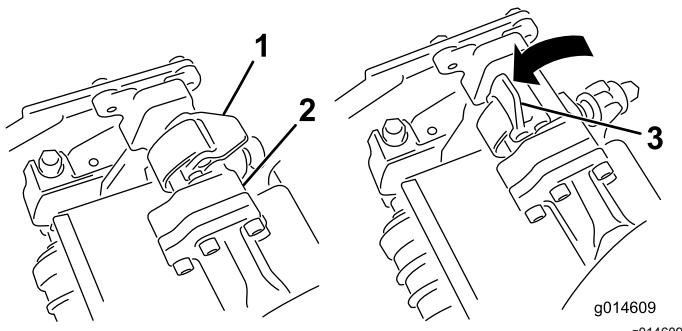
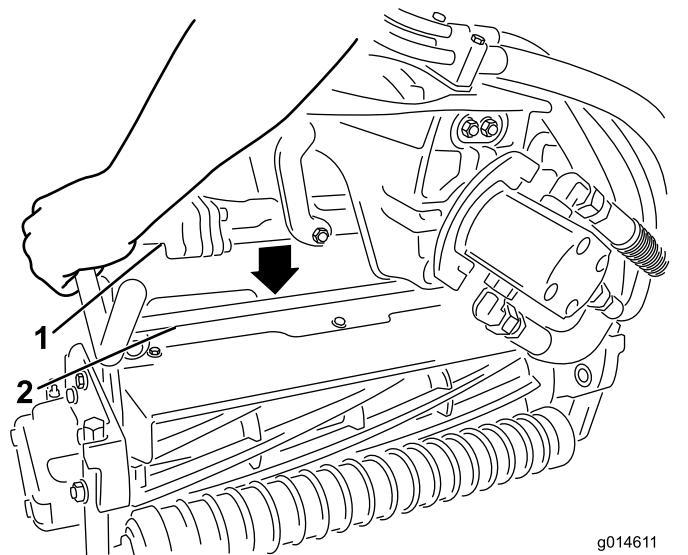

Рисунок 54
Рисунок 55
4. Откройте защелки на штанге рычага подвески (Рисунок 54), нажмите на рычаг подвески вниз так, чтобы он сел на оба рычага угла продольного наклона режущего блока, и убедитесь, что защелки переместились под поперечную штангу режущего блока (Рисунок 55).
5. Опустите защелки и поверните вокруг стержня режущего блока и заблокируйте их (Рисунок 54).
6. Откройте защелки на штанге рычага подвески режущего блока, который необходимо снять (Рисунок 54).